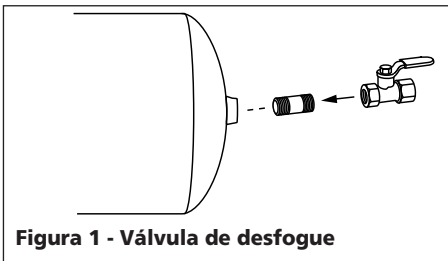

Figura 1 - Válvula de desfogue
1. Cierre la válvula de desfogue (Vea la Figura 1).